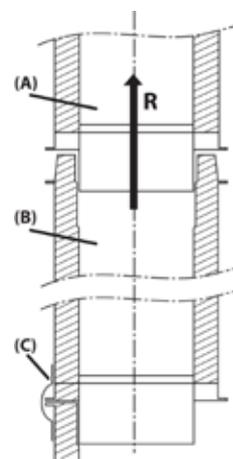

fig. 1
Le sens du montage doit être celui indiqué sur la figure (Fig.1) dans le sens d'évacuation des fumées (R). L'élément supérieur au moyen de la partie mâle (A) s'emboîte dans l'élément inférieur (B), dans la partie femelle. Une bride de sécurité, accompagnant chaque élément, se fixe à la jonction entre deux éléments. Il suffit de rabattre le système de fermeture sur une lèvre métallique pourvue d'un trou dans lequel une goupille de sécurité peut être fixée. Lors de l'utilisation d'un tuyau réglable, élément ne pouvant supporter aucune charge, les éléments placés au-dessus doivent être maintenus par des supports indépendants.